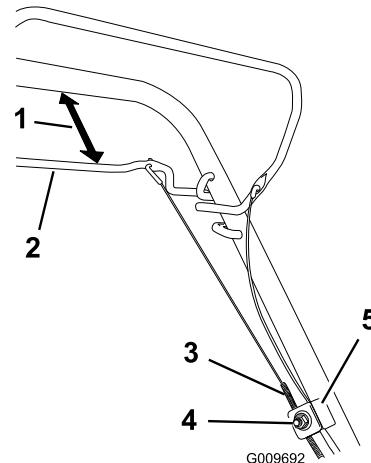

Figure 24
- Desserrez l'écrou du support de guidage du câble (Figure 24).
- Maintenez la barre de commande d'autopropulsion de 25 à 38 mm du guidon (Figure 24).
- Tirez la gaine du câble vers le bas (vers la machine) pour éliminer le mou du câble (Figure 24).